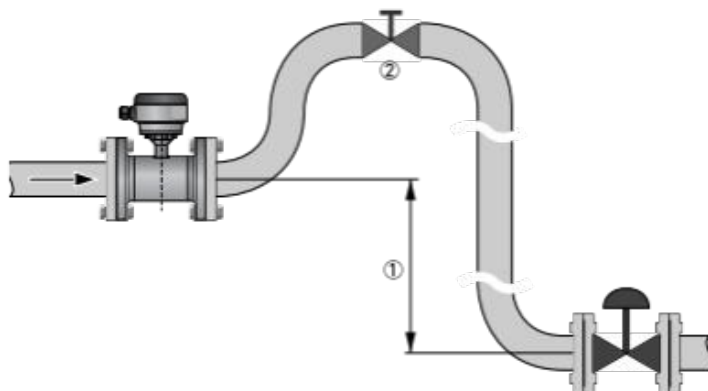

图7-9 在管道高位安装流量计
注意：流量计与排放阀之间高度差大于5米，即图7-9中，①大>5m
在高于流量计安装位置的最高点应设置排气阀，即图7-9中②所示，否则造成流量计内聚集气体造成测量误差。